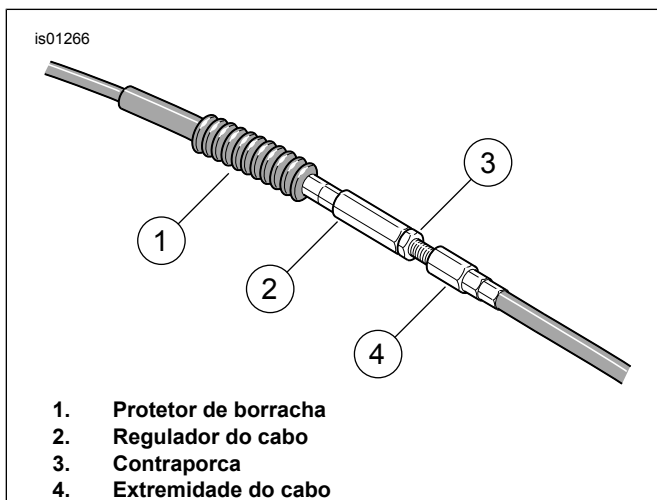

Figura 3. Solte o regulador da embreagem
- Veja Figura 3. Seguindo os passos abaixo, solte o regulador da embreagem de modo que o cabo da embreagem fique totalmente solto:
- Deslize o protetor de borracha (1) para fora do regulador do cabo (2).
- Segurando o regulador do cabo com uma chave de 1/2 pol., solte a contraporca (3) com uma chave de 9/16 pol.
- a. Veja Figura 3. Afaste o regulador do cabo (2) da contraporca (3) até eliminar a folga da alavanca manual da embreagem
- c. Veja Figura 3. Segure o regulador do cabo (2) com uma chave de 1/2 pol. Usando uma chave de 9/16 pol., aperte a contraporca (3) contra o regulador.
- d. Cubra o regulador do cabo com o protetor de borracha (1).